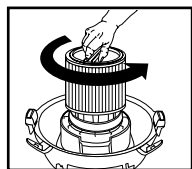

FIGURA 17
24. Para retirar el filtro para su limpieza, sostenga de nuevo la tapa del depósito y gire el retenedor del filtro en sentido contrario a las agujas del reloj para soltarlo y retirarlo. **FIGURA 17.**